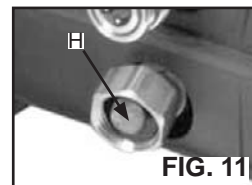

FIG. 11
1. Saisissez l'extrémité du filtre (H) et retirez-le de l'orifice d'entrée d'eau de la pompe, tel qu'illustré. (Fig. 11)